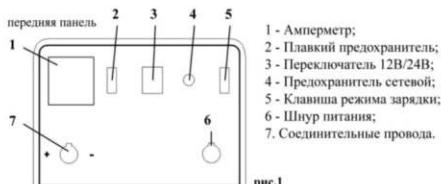

рис.1
Общий вид зарядного устройства представлен на рис.1
7.4 При отключенном вилке сетевого кабеля установите переключатель напряжения зарядки на 12В или 24В (поз.3 рис.1) в зависимости от номинального напряжения аккумулятора. Затем необходимо выставить режим заряда аккумуляторной батареи клавишой 3 (рис.1)